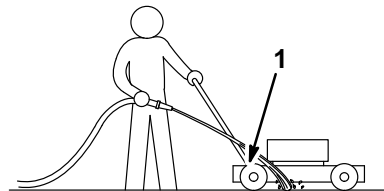

Figure 29
3. Tenir le tuyau d'arrosage à la hauteur du mancheron et diriger le jet vers le sol, juste devant la roue arrière droite (Fig. 29).